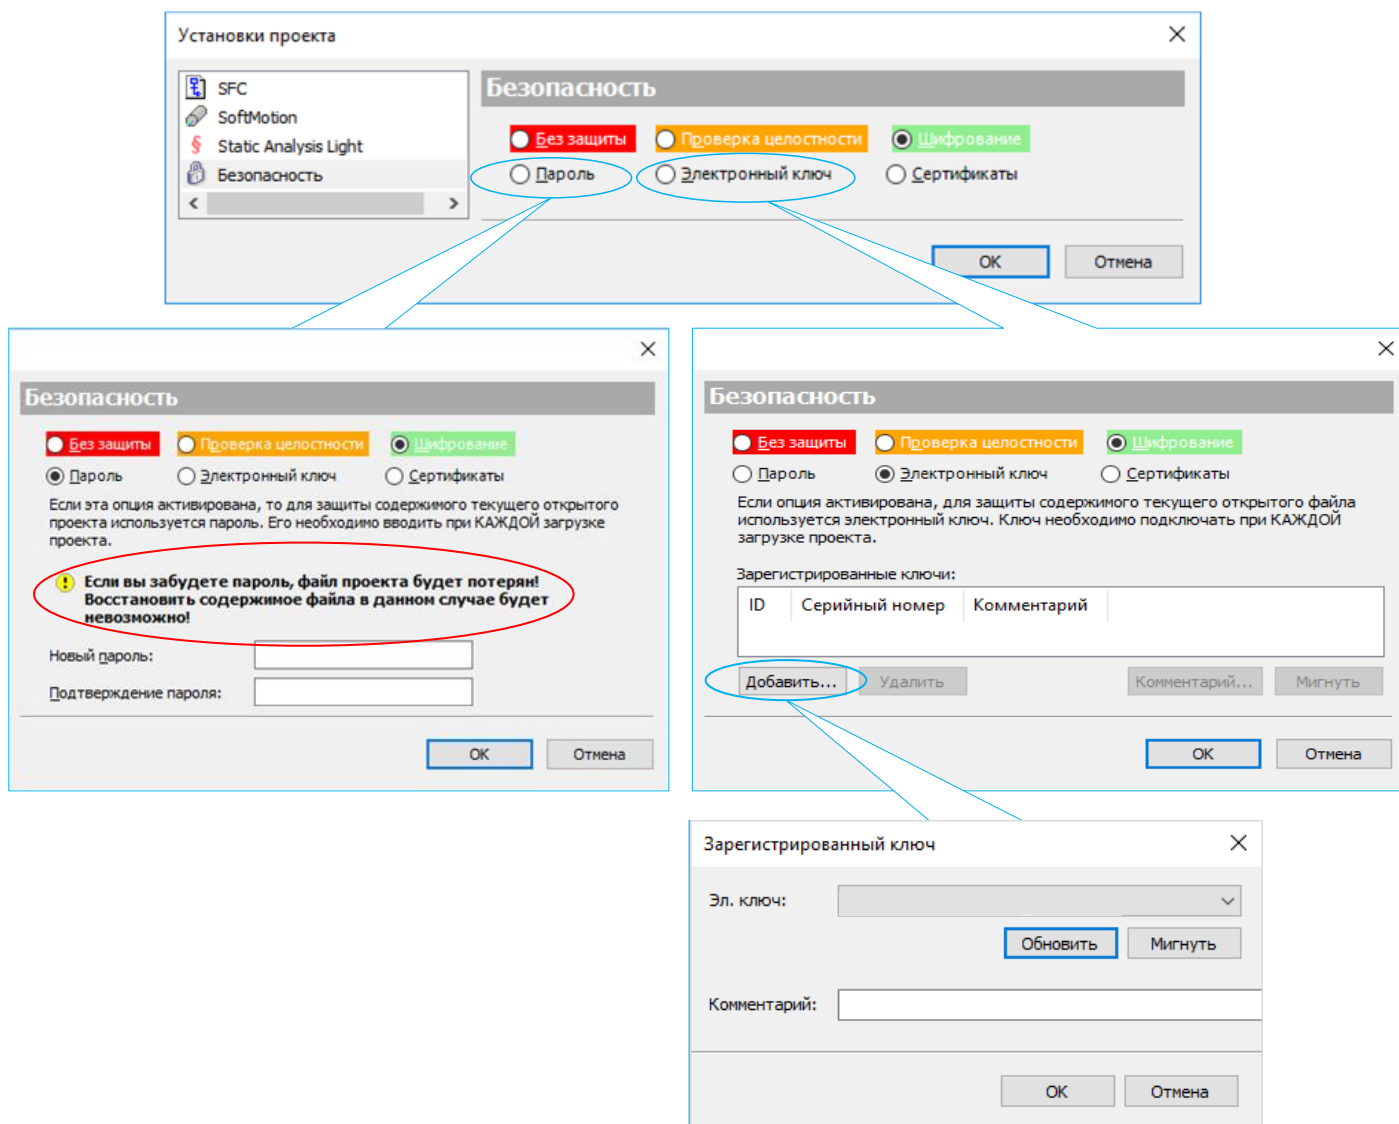

Рисунок 215 – Диалоговые окна активации опций защиты файл проекта (пароль или электронный ключ)
- Для лучшей защиты своих данных выберите одну из функций **Шифрования** и установите точку в необходимой строке: **Пароль**, **Электронный ключ** или **Сертификаты** (Рисунок 215).